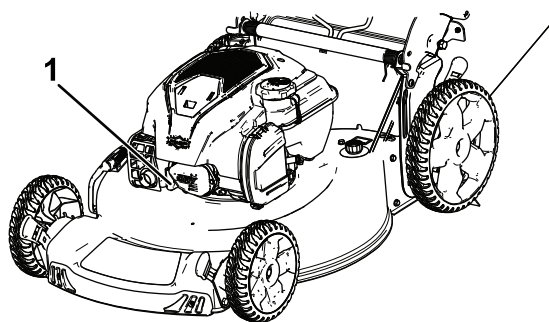

Рисунок 26
2. Отсоедините провод от свечи зажигания (Рисунок 26).